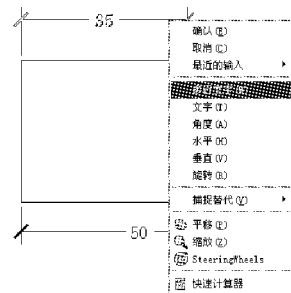

图 3.4 多行文字选项
① 多行文字(M): 在命令提示行中输入“M”, 或在绘图区单击鼠标右键, 并从弹出的快捷菜单中选择“多行文字”命令, 如图 3.4 所示。